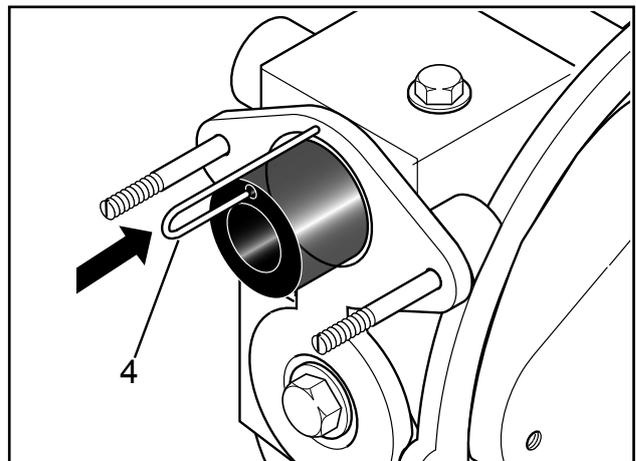
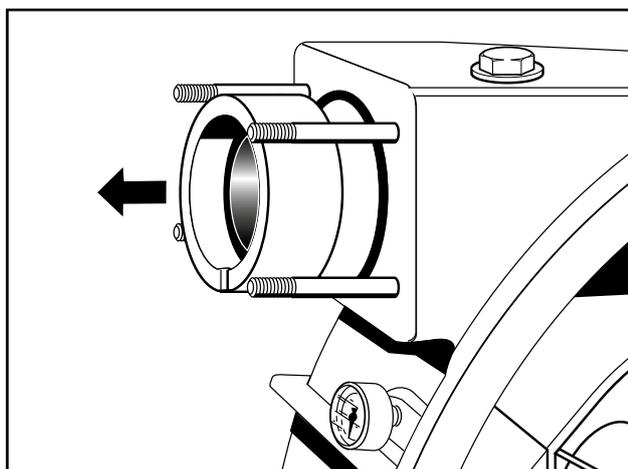

Fig. 15 4 Canule de mise sous vide IP100/200
Fig. 17 Demontage Klemmringpaket
6. Démontez ensuite les canules de mise sous vide du côté d'aspiration et de refoulement (fig. 15 ou 16). Retirez la bague de retenue, la bague de serrage, la bague à épaulement et le joint torique du tuyau de refoulement (fig. 17).
lement) dans le petit trou du tuyau et le placer dans la gorge de la bague (étroite) (fig. 17). Enfoncer l'autre extrémité dans le raccord à vis coudé et le visser avec le raccord.